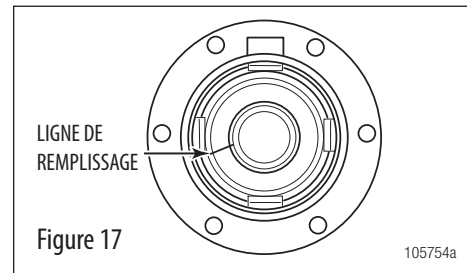

Figure 17
2. Assurez-vous que le couvre-moyeu est bien rempli jusqu'au repère "niveau d'huile" sur le couvre-moyeu (voir figure 17). Laissez la quantité initiale de remplissage reposer pendant 10 minutes. Répétez la procédure de remplissage jusqu'à ce que l'huile se trouve à la ligne de remplissage du couvre-moyeu.